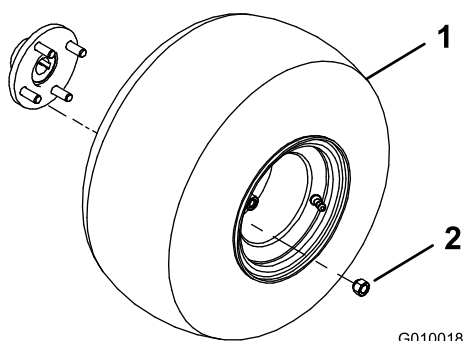

Figura 3
2. Montate un gruppo ruota su ogni mozzo della ruota posteriore (Figura 3).
3. Installare i dadi a staffa (Figura 3) e serrarli a 61-75 Nm.